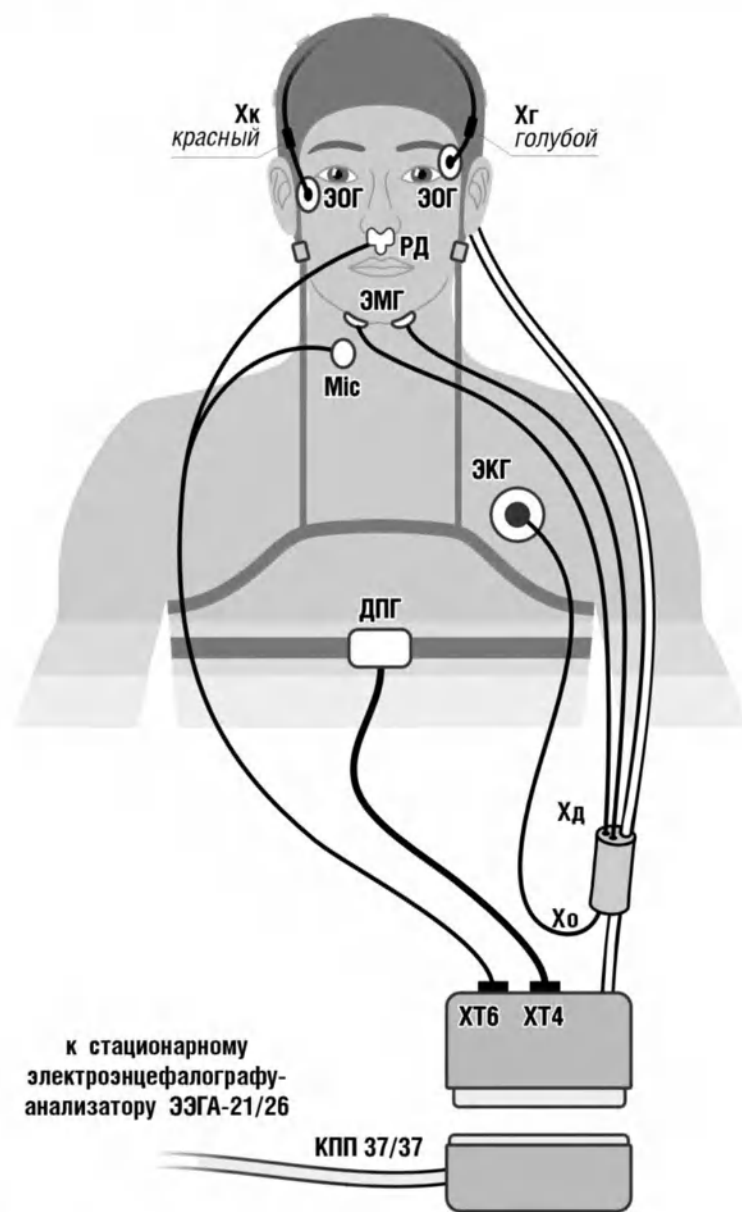

Рисунок 12 – Подключение электродного комплекта к стационарному электроэнцефалографу-анализатору ЭЭГА-21/26-«Энцефалан-131-03»
Вариант 2. Стационарный электроэнцефалограф. Схема подключения приведена на рис. 12, подробное описание подключения электродов – в п.3.3.
Для стационарного электроэнцефалографа рассмотрим вариант наложения электродов, применяемый в полисомнографии (Рис. 12). В данном случае используются два ЭОГ электрода и два соответствующих канала – правый глаз/А1, левый глаз/А2 (референтными электродами этих каналов выступают электроды А1 и А2). ЭМГ канал обслуживается независимой дифференциальной парой электродов, закрепляемой на подбородке. В этом варианте для подключения ЭОГ электродов используются голубой Хг и красный Хк разъем электродной системы, а ЭМГ электроды подключаются к гнездам Хд, расположенным на кабеле, вблизи ЭКГ гнезда.
4. Подключите к голубому Хг и красному Хк штырькам электродной системы кабели одноразовых электродов, оденьте на них ЭОГ электроды и установите их на пациента (Рис. 12).
5. Аналогично 2 одноразовых ЭМГ электрода установите на подбородке и подключите к разъемам Хд в середине кабеля электродной системы (Рис. 12).